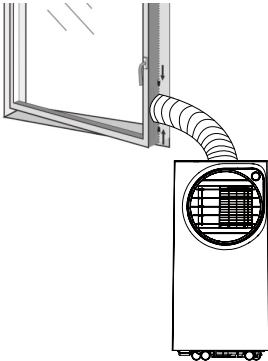

Fig.2
- 2) Installieren Sie, wie in Abbildung 2 gezeigt, den Abluftschlauch und stellen Sie das Fenster gut ein.